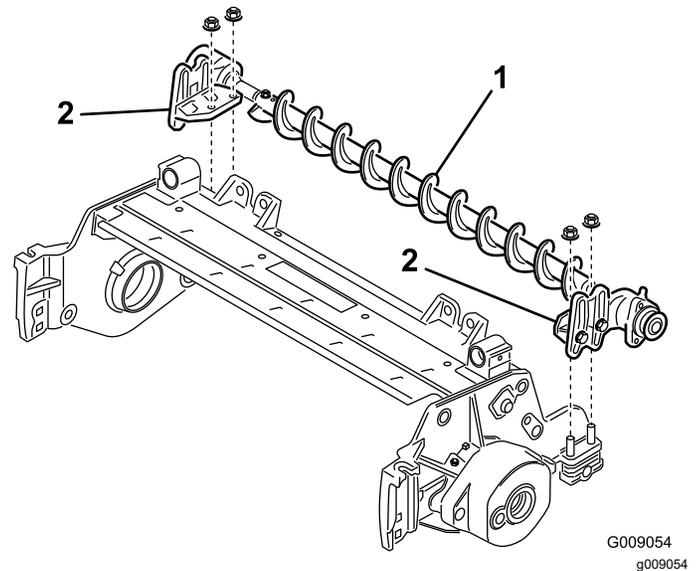

Figure 8
- Placez les supports de montage de la brosse de rouleur sur les boulons des supports (Figure 8). Fixez les supports de montage de la brosse aux plaques latérales de l'unité de coupe avec les écrous retirés précédemment.